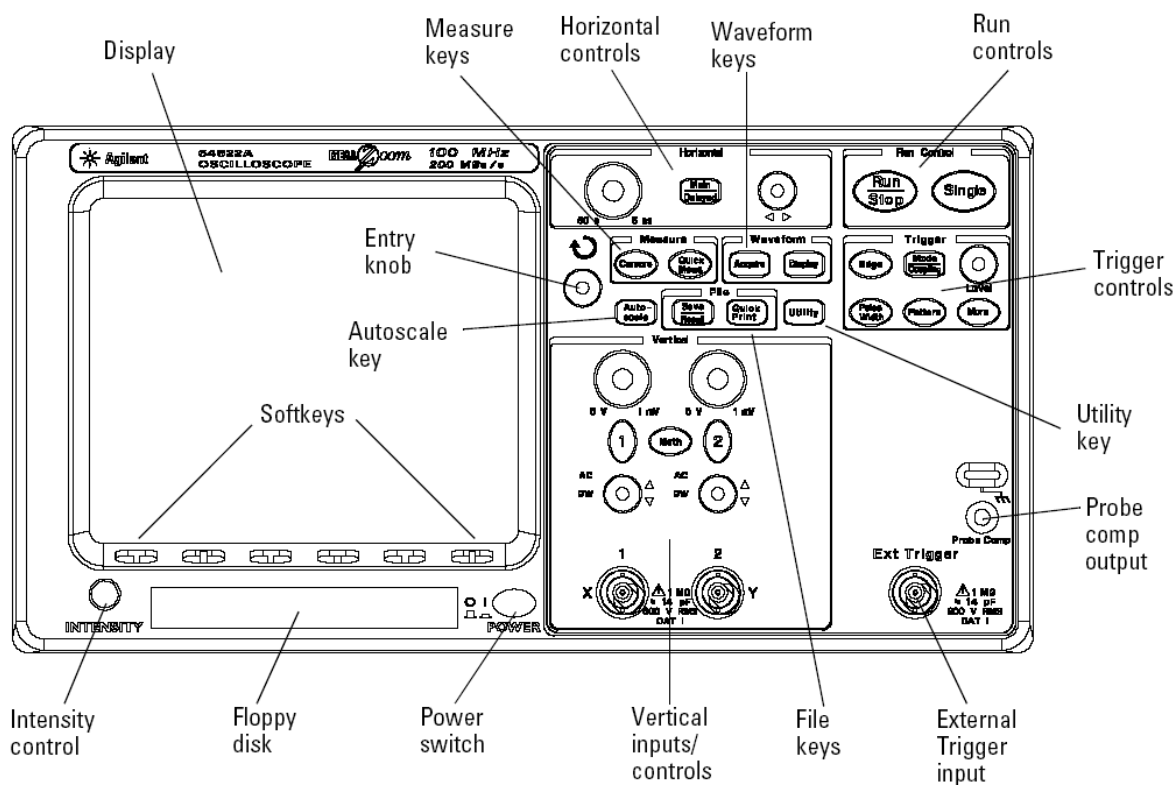

Figura 2.1: panel frontal del osciloscopio 54622A.
- Por otro lado, este osciloscopio que usaremos posee dos canales de entrada (X e Y , ó 1 y 2 en la figura 2.1) con sus respectivas sondas; es decir, podemos visualizar y medir dos señales a la vez, así como visualizar algunas operaciones aritméticas sencillas entre ellas (por ejemplo, la suma y resta de ambos canales).
Vista esta introducción, iniciemos el manejo del osciloscopio 54622A de Agilent, cuyo panel frontal se muestra en la figura 2.1. A continuación se describen los controles fundamentales y los procedimientos de operación para las operaciones más comunes a lo largo del desarrollo de las prácticas. En cualquier caso, siempre habremos de tener en cuenta las siguientes consideraciones iniciales:
3. *Ajustes iniciales:* El osciloscopio 54622A es un instrumento digital, con lo que se accede a la mayor parte de sus funciones a través de menús de configuración directamente en la pantalla; dichos menús se activan con los controles del panel frontal (figura 2.1) y se navega a través de ellos con las teclas (*Softkeys*) situadas bajo la misma. Además, el instrumento es capaz de ajustar los parámetros principales de la medida automáticamente con la tecla *Autoscale* (figura 2.1). Por tanto, para iniciar una medida, habremos de asegurarnos de que la tecla *Run/Stop* está en verde y presionar *Autoscale* para que el instrumento ajuste los parámetros principales.